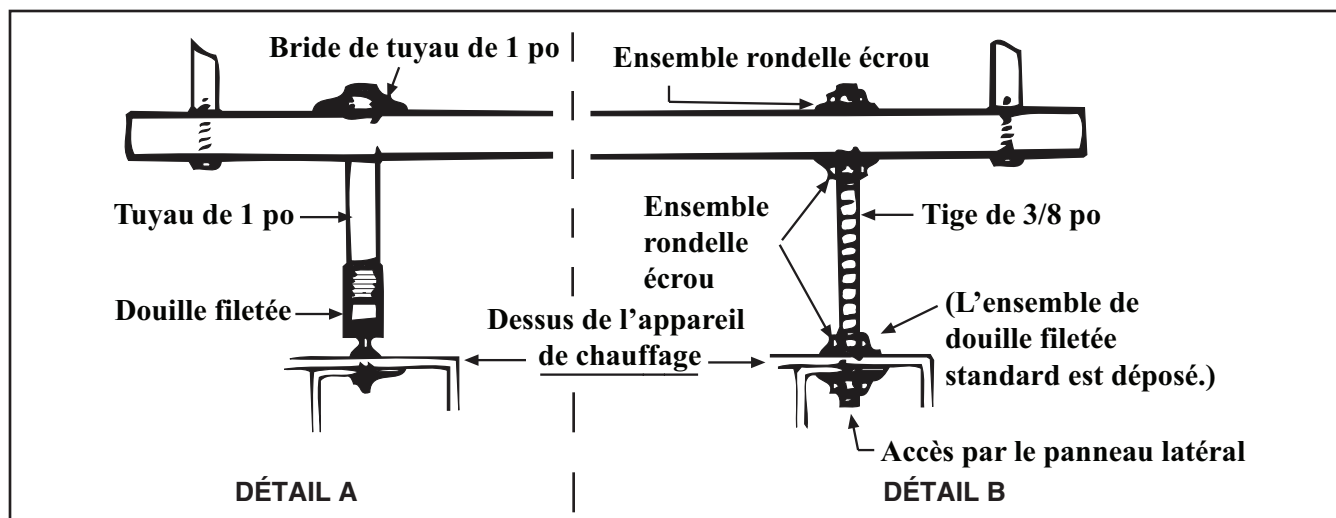

Figure 9. Suspension-montage
- Sur chaque point de suspension, l'appareil possède un support de tuyauterie avec raccord femelle à rotation libre de 1-pouce NPT. L'installation suspendue peut être réalisée en vissant le raccord sur un tuyau fileté de 1 pouce (voir **Figure 9**, DÉTAIL A).
- Il est également possible de retirer le support de tuyauterie installé en usine pour ensuite installer l'appareil de chauffage comme sur la partie droite de la **Figure 9**, DÉTAIL B.